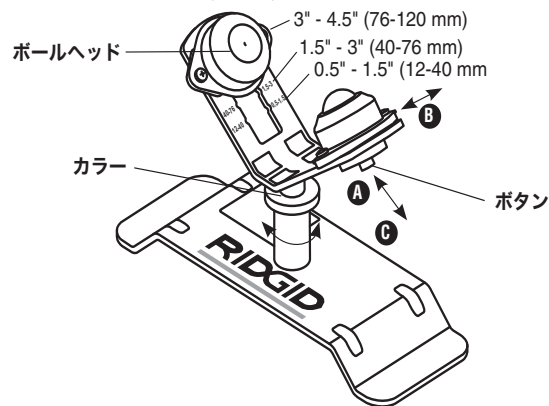

図 1 - PC116TS チューブスタンド
- b. ボールヘッドを適切なチューブサイズの位置にセットします（図 1 参照）。